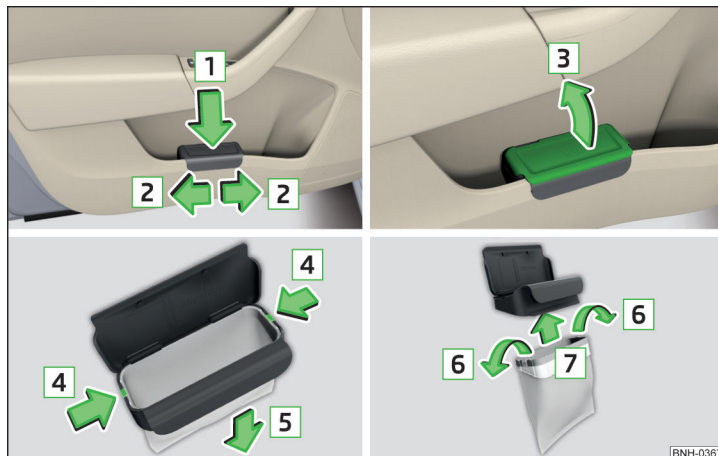

Fig. 68 Recipientul pentru reziduuri: introducerea și glisarea / deschiderea / înlocuirea pungii
- Împingeți recipientul pentru reziduuri în partea posterioară în sensul săgeții **1** » fig. 68.
- Scoateți recipientul pentru reziduuri în sens contrar săgeții **1** » fig. 68.
- Deschideți recipientul pentru reziduuri în sensul săgeții **3** » fig. 68.
- Îndepărtați prin apăsare cele două elemente de fixare ale cadrului interior, în sensul săgeții **4** » fig. 68 de pe corpul recipientului.